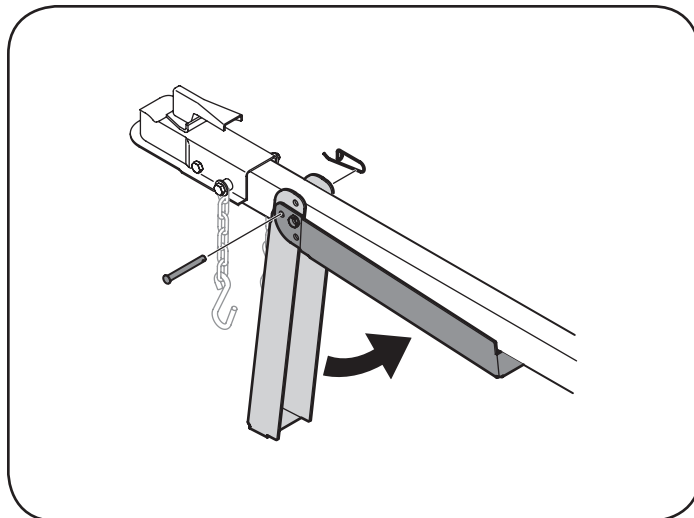

Figura 4-5
3. Apoyar la lengüeta y pivotar el soporte del gato contra la lengüeta. Ver la Figura 4-5.